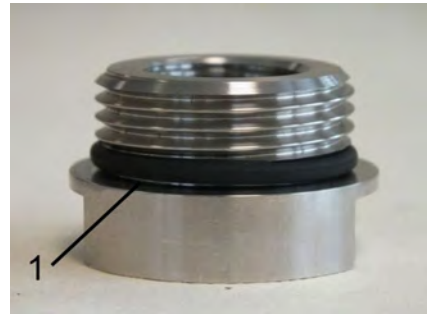

Abb. 43: Position des O-Rings
diese im O-Ringsitz der Verschraubungen sitzen (Abb. 43/1). Dabei darauf achten, dass die O-Ringe nicht überdehnt werden
2. ➤ Position des O-Rings auf der Verschraubung (Abb. 43/1)